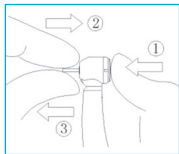

Fig. 8-1
Pulse cuidadosamente el botón pulsador con el pulgar e inserte simultáneamente la fresa de carburo o la fresa de diamante (Fig. 8-1①②).
Pulse el botón pulsador con el pulgar y saque simultáneamente la fresa de carburo o la fresa de diamante (Fig. 8-1③).